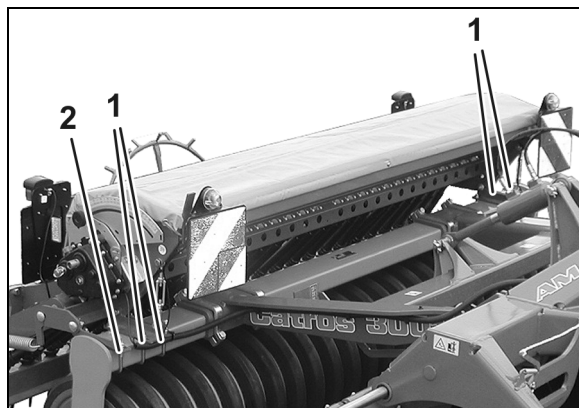

Fig. 18
6. Fastgør maskinen med fire klembøjler (Fig. 18/1).
7. Fastgør drevet til sporehjulet med klembøjle (Fig. 18/2).